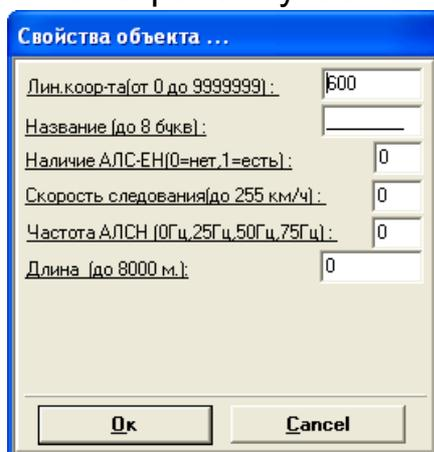

Рисунок 2.25
2.3.2.15 В открывшемся модальном диалоговом окне с заголовком «Свойства объекта...» (рисунок 2.25) укажите свойства объекта по аналогии со свойствами километрового участка.